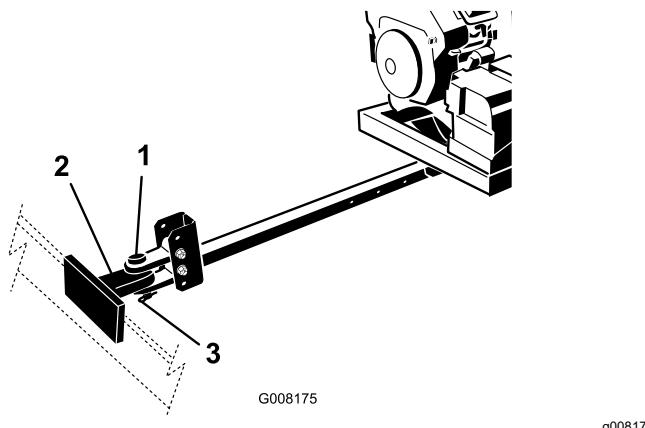

Figura 6
7. Ligue a forquilha de engate do soprador ao engate do veículo de reboque com o pino de engate e o pino de sujeição (Figura 6).